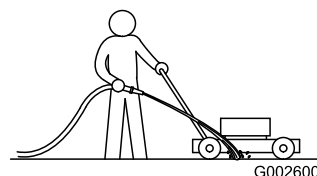

Figure 13
3. Mettez le moteur en marche et engagez la lame, puis dirigez un jet d'eau devant la roue arrière **droite** (Figure 13).